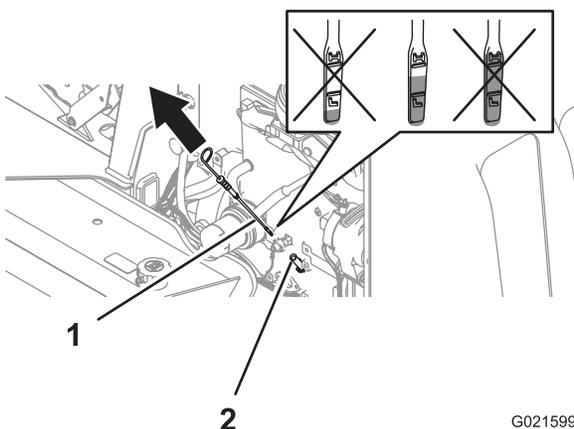

Figura 21
2. Remova a vareta de nível (Figura 21) e limpe-a com um pano limpo (Figura 21).
3. Introduza a vareta de nível até o fim do tubo e torne a removê-la (Figura 21).